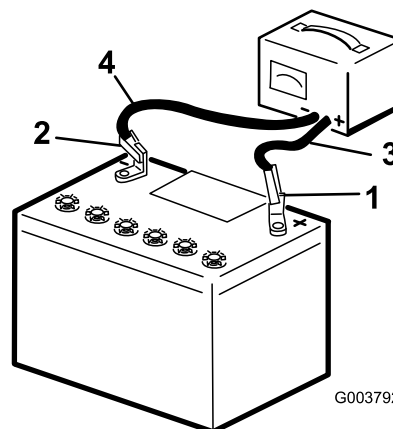

Figure 58
- Connectez le câble positif du chargeur de batterie à la borne positive de la batterie (Figure 58).
4. Branchez le câble négatif du chargeur de batterie à la borne négative de la batterie (Figure 58).
6. Quand la batterie est chargée au maximum, débranchez le chargeur de la source électrique, puis débranchez les fils du chargeur des bornes de la batterie (Figure 58).